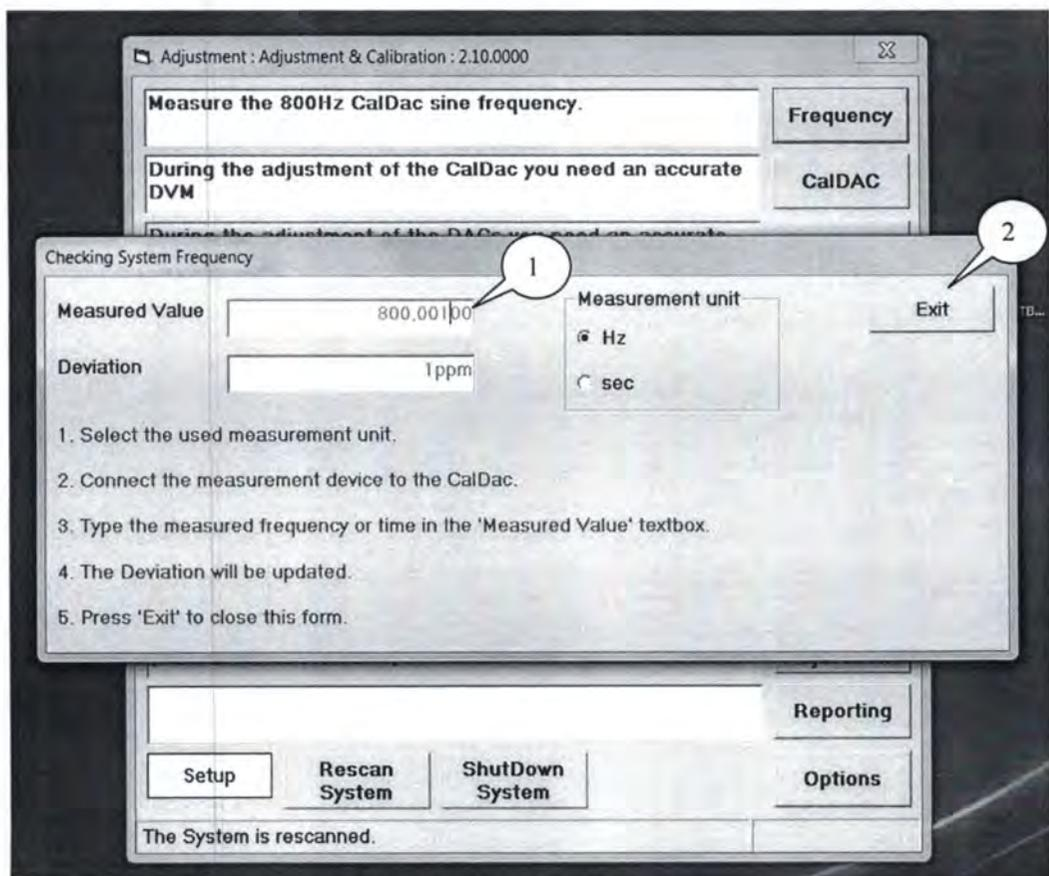

Рисунок 1
7.3.1.4 Занести измеренное значение частоты в диалоговое окно (1) программы (рисунок 1) и нажать кнопку «Exit» (2).
7.5.1.2 Включить усилитель и запустить программу «ScadasXs TestSoftware» (рис. 1).